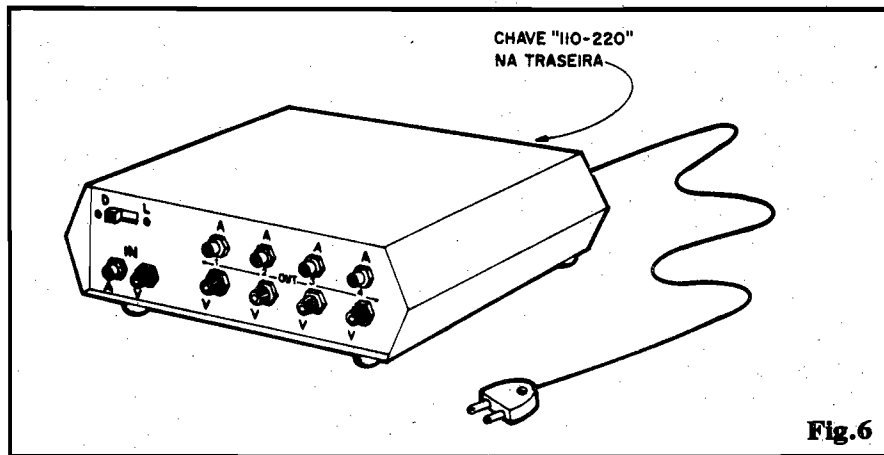

Fig.6
- **FIG. 6 - A CAIXA FINAL** - Tratando-se de um aparelho para uso "em bancada", diretamente na mesa de edição, convém que toda a "plugagem" seja frontal, evitando longos percursos dos fios de sinal. A disposição sugerida na figura, portanto, parece-nos ao mesmo tempo bonita e prática, com o painel da caixa mostrando "tudo": o interruptor geral da alimentação, o par de jaques RCA para as Entradas de A e V e os 4 pares de jaques (todos RCA...) para as Saídas de A/V nº 1,2,3 e 4. Na traseira da caixa podem ficar apenas o ilhós de borracha para passagem do "rabicho" da C.A. (um nó, por dentro da caixa, é uma boa providência para evitar que esforços externos sobre o "rabicho" possam romper suas ligações ao circuito...), e a chave de Tensão (110-220). Quatro pés de borracha, aplicados à base da caixa, evitarão que ela "deslize" sobre a mesa de trabalho... Com